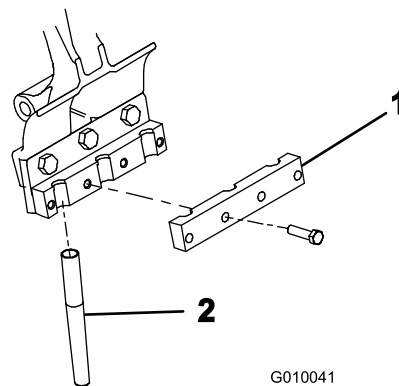

図 25
5. 各タインホルダーにタインクランプを仮止めする 3/8 x 1 1/2 in ボルト 4 本を使用する 図 25。この時点ではまた本締めしないこと。